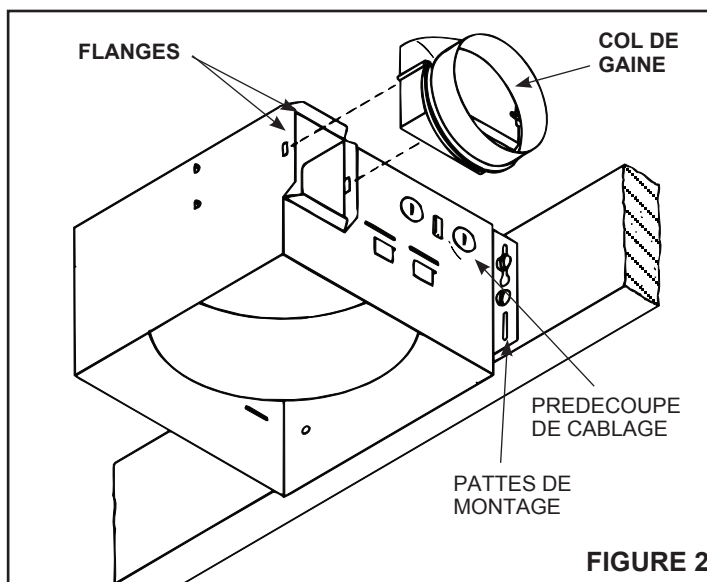

FIGURE 2
Voir Figure 2.
2. Voir Figure 2. Faire passer les barres de suspension dans les pattes de montage placées sur le bord inférieur du boîtier. Clouer une barre aux solives.
1. Voir Figure 2. Placer le collier de gaine sur les collerettes à l'ouverture d'évacuation du ventilateur. Fixer le collier en pressant les pattes dans les fentes des collerettes.